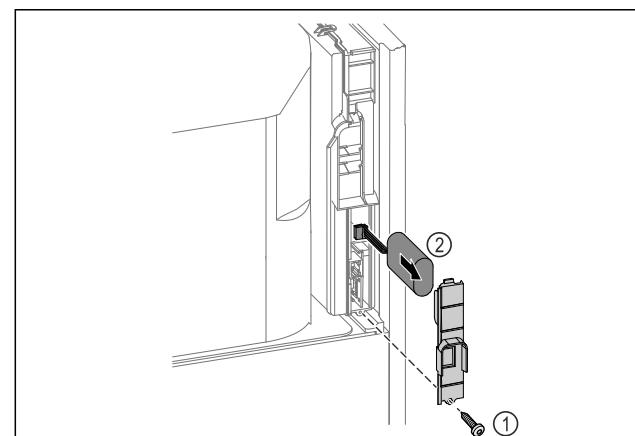

Fig. 259
- Schraube herausdrehen und Abdeckung auf der Rückseite des Gerätes entfernen Fig. 259 (1).
- Batterie abstecken und herausnehmen Fig. 259 (2).